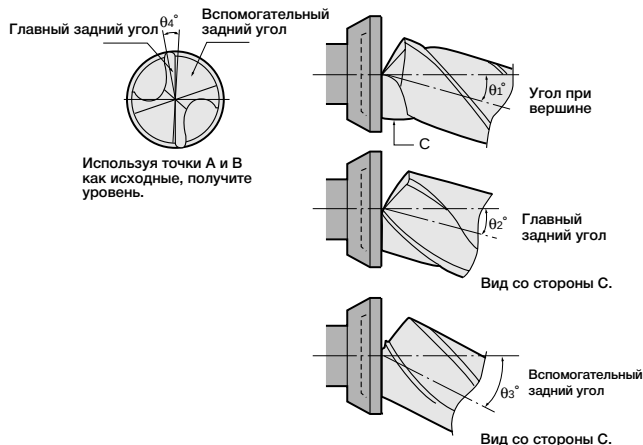

Рис.1. Заточка заднего угла
- (1) Заточить заднюю поверхность так, чтобы главный задний угол θ_2° мог быть сформирован как показано на рис. 1. После шлифовки другой стороны таким же образом выполнить выхаживание так, чтобы разница в высоте кромок находилась в пределах 0,02 мм.
- (2) В случае типа DSX для стали повернуть сверло на угол θ_4° и зафиксировать. Затем заточить вспомогательную заднюю поверхность так, чтобы сформировать вспомогательный задний угол θ_3° , принимая во внимание линию гребня, сформированную главной и вспомогательной задними плоскостями к центру сверла (значения от θ_1° до θ_4° показаны в таблице 1).